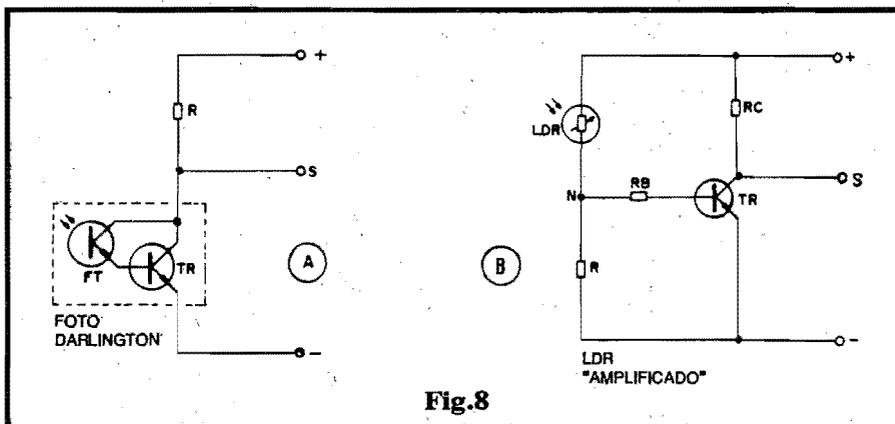
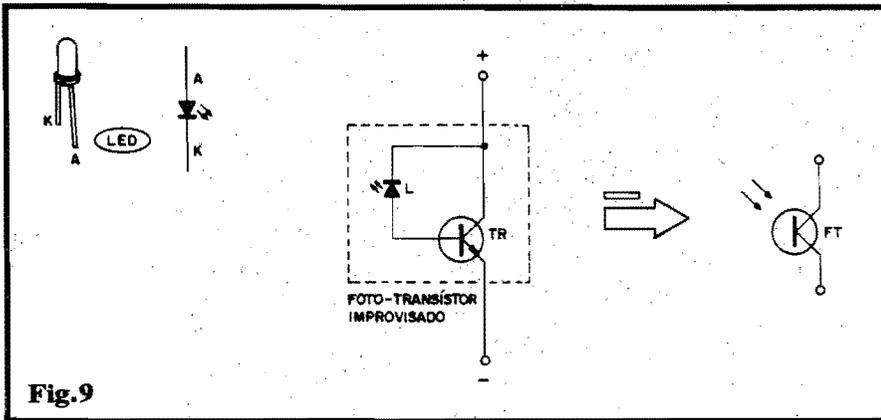

Fig. 8
Fig. 9
- FIG. 8 - "QUERENDO MAIS" DOS FOTO-SENSORES - Nas figuras e exemplos anteriores, vimos - em termos simples e diretos - como funcionam os foto-sensores mais comuns, e como "extrair" deles o sinal elétrico correspondente à sua "visão" da luminosidade que os atinge... Em muitas circunstâncias circuitais, contudo, o nível, a excursão ou a intensidade dos sinais já "eletricamente traduzidos", não se mostra suficiente para as aplicações
- FIG. 9 - "FAZENDO" UM FOTO-TRANSÍSTOR - Quando falamos que **toda** junção semicondutora é - de algum modo - fotosensível, estávamos "dando a pista" para uma série de possibilidades, além de oferecer uma explicação básica ao próprio fenômeno que "regulamenta" a moderna optoeletrônica... Na verdade, qualquer forma de Energia, externamente aplicada a uma junção P-N (também **qualquer...**), modifica momentaneamente a própria estrutura elétrica da dita junção, alterando a disponibilidade de "buracos" ou de "elétrons livres" (os "velhos" **portadores de carga**, nas junções semicondutoras...). Essa Energia externa pode ser imposta "elétricamente" (como ocorre na mera polarização ou apresentação dos sinais convencionais à **base** de um transístor comum...), ou mesmo na forma de calor ou de luz! Sob qualquer desses estímulos energéticos, a "barreira de junção" se modifica, alterando nitidamente as "facilidades" (ou "dificuldades"...), momentâneas à passagem da Corrente... O único requisito, portanto, para fazer qualquer junção semicondutora agir como "tradutora" de manifestações energéticas, é possibilitar o **acesso** dessa energia externa à dita junção! Um LED (Diodo Emissor de Luz), pela sua própria estrutura e construção é - obviamente - "permeável" à LUZ (que deve ter facilidade para dele "sair"...). Essa permeabilidade pode - na prática - ser usada em sentido inverso, ou seja: a luminosidade externa também pode "entrar" num LED através do seu encapsulamento acrílico, translúcido ou transparente! Dessa forma, com o simples arranjo mostrado no esqueminha central da fig. 9, podemos "fazer" um razoável foto-transístor... Observem que o LED (de preferência nas cores amarela ou âmbar, que dão melhores resultados nesse "truque"...), deve ficar, no percurso **coletor/base** de um transístor
tor bipolar comum, de alto ganho, disposto em polarização inversa... Nessa condição o LED age, basicamente, como um diodo comum, praticamente vedando a passagem de qualquer Corrente "medível", à base de TR... Se, entretanto, forte luminosidade atingir o LED, um sensível aumento na sua Corrente de "fuga inversa", ocorre, com o que TR passa a receber "alguma" polarização de base, cujo resultado (após o processamento pelo ganho do dito transistor...) é uma também: nítida (ainda que pequena...) modificação na sua Tensão de coletor! Nada mais, nada menos que... um FOTO-TRANSISTOR, "feito" com um LED e um transistor comum...! O arranjo, simples e barato (frequentemente de custo menor do que o apresentado por um foto-transistor "mesmo"...), pode ser utilizado, na prática, em inúmeros circuitos ou aplicações simples... Notem que nada impede a realização de um "reforço" nas manifestações, simplesmente usando a configuração Darlington sugerida na fig. 8-A, adaptando-a ao arranjo mostrado na fig. 9! Basta considerar o conjunto LED/TR como se fosse um mero foto-transistor, e anexar outro transistor bipolar, estruturando um foto-Darlington, tão "usável" quanto qualquer outro foto-sensor...!